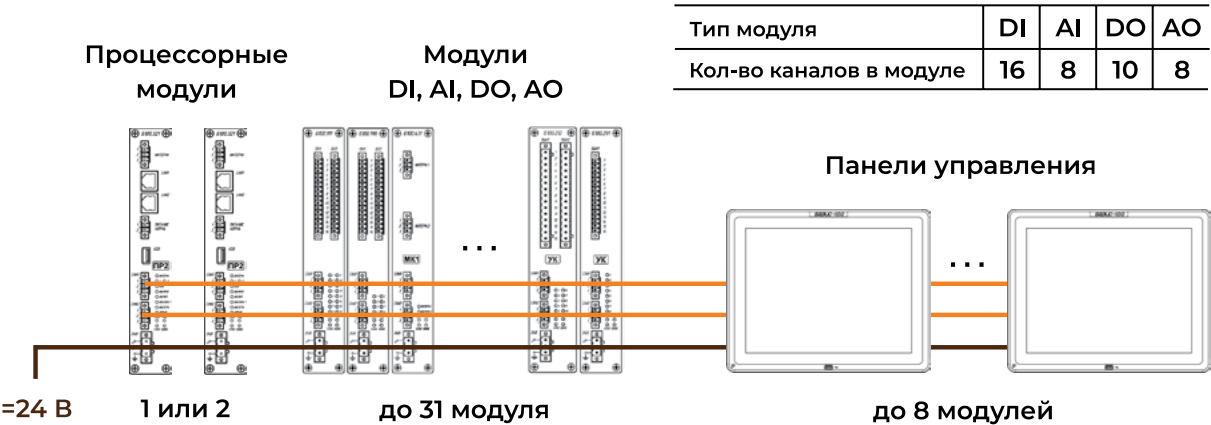
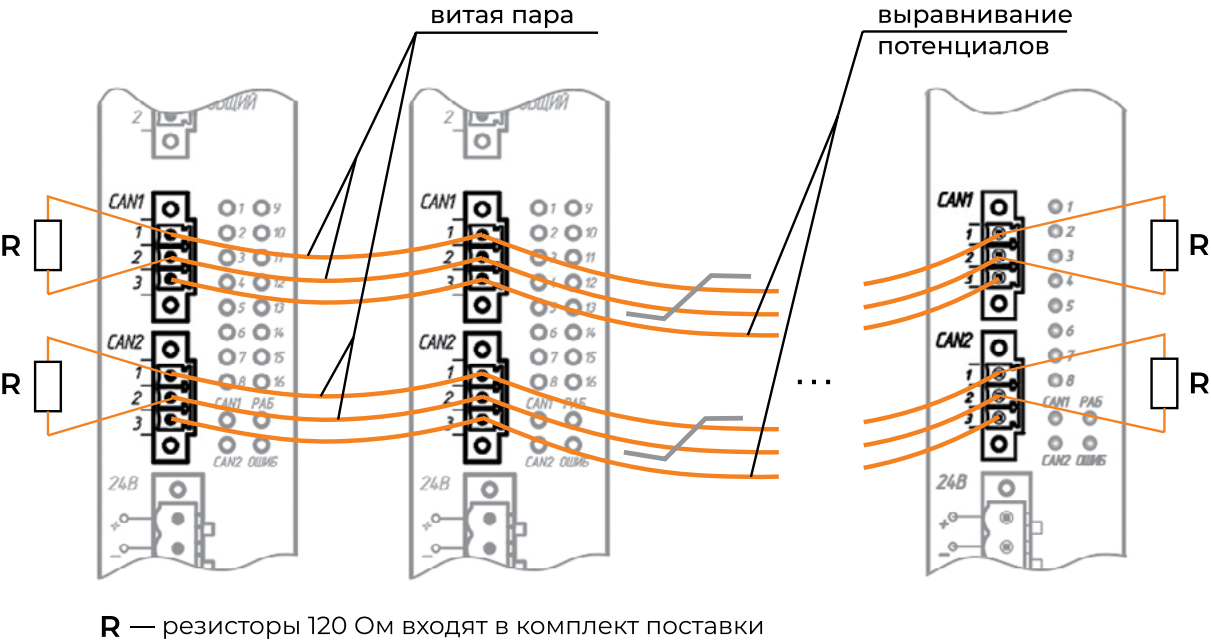

Рис. 2.1. Общая структурная схема контроллера
Рис. 2.2. Подключение шины данных контроллера
Контроллер состоит из модулей, соединенных дублированной шиной данных (*Рис. 2.2 на с. 20*). Общая структурная схема контроллера приведена на *Рис. 2.1 на с. 20*.
По концам каждой шины данных контроллера обязательно требуется устанавливать резисторы, равные волновому сопротивлению кабеля, но не менее 110 Ом (см. *Рис. 2.2 на с. 20*). Максимальная общая длина кабеля каждой шины данных контроллера не должна превышать 50 м.
- ▶ шины данных (см. *Рис. 2.2 на с. 20*)